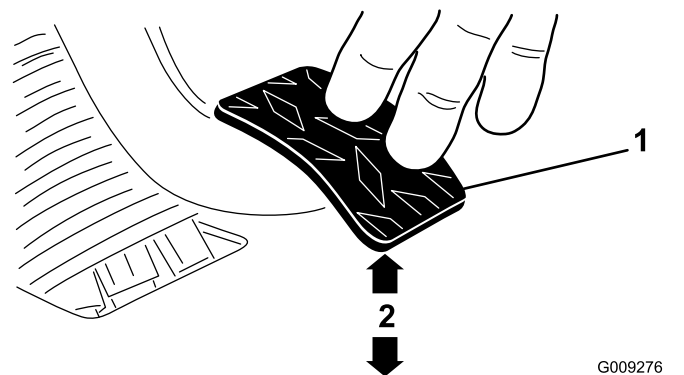

Figura 60
3. Regolate i controdadi o il giunto a sfera fino a quando, applicando sul pedale una forza di 1,8 kg, il bordo posteriore del pedale della frizione si trova a una distanza compresa tra 9,2 e 9,8 cm dalla superficie con motivo a rombi del pianale del veicolo (Figura 60).